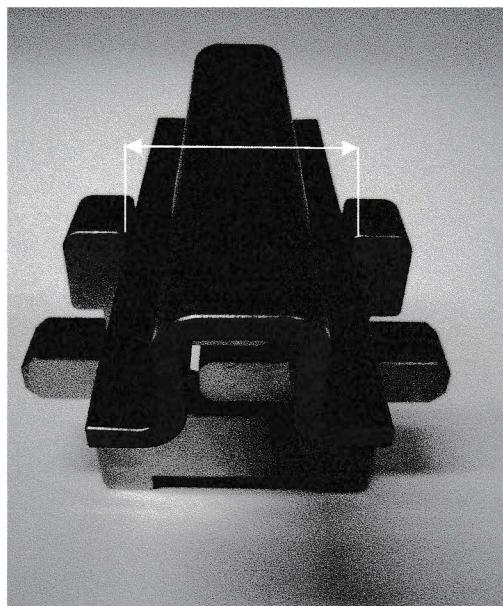

Bild Nr.3 Ermitteln Größt-/ Kleinstmaß,
2. **Bild Nr.3:** Größtmaß- Außenmaß (GR). Die Lehre muss das Profil umschließen.
2. **Bild Nr.3:** Kleinstmaß- Außenmaß (KL). Die Lehre darf das Profil nicht umschließen.